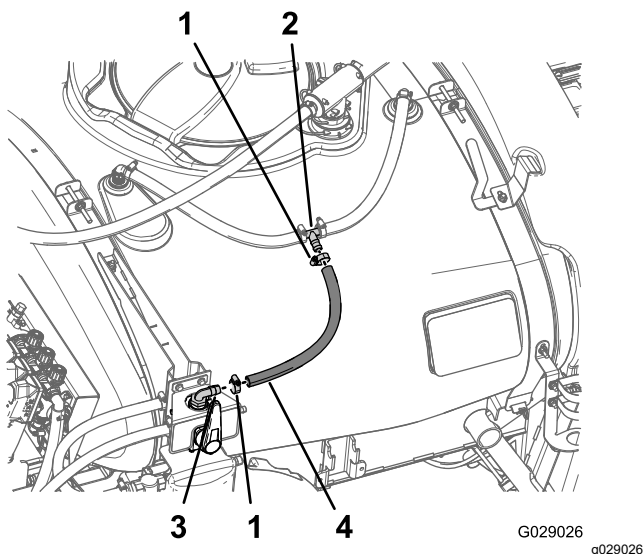

Figura 46
5. Montate un flessibile da 1,9 x 61 cm sul raccordo diritto dentellato sul lato anteriore della valvola a 4 vie (Figura 46).
- Fissate il flessibile al raccordo nella valvola con una fascetta stringitubo (Figura 46).
- Montate l'estremità libera del flessibile sul raccordo a T dentellato e fissate il flessibile al raccordo con una fascetta stringitubo (Figura 46).